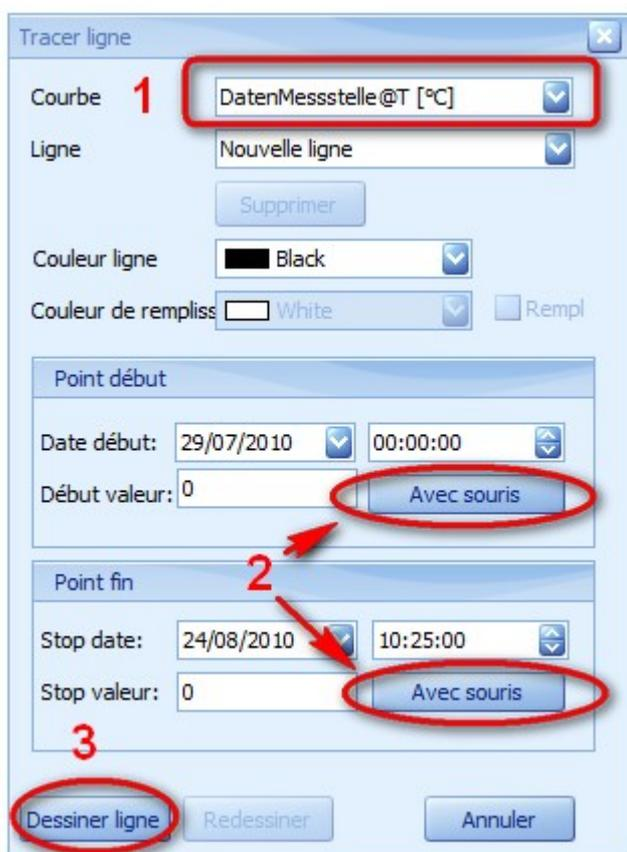

Figure 48: Dialogue de configuration pour tracer une ligne
Etant donné qu'une ligne tracée ne peut avoir son propre axe Y, elle sera associée à une série de mesures déjà adjointe (Marquage (1) dans Figure 48). Cela signifie que les valeurs de début et de fin se rapportent également à cet axe Y.